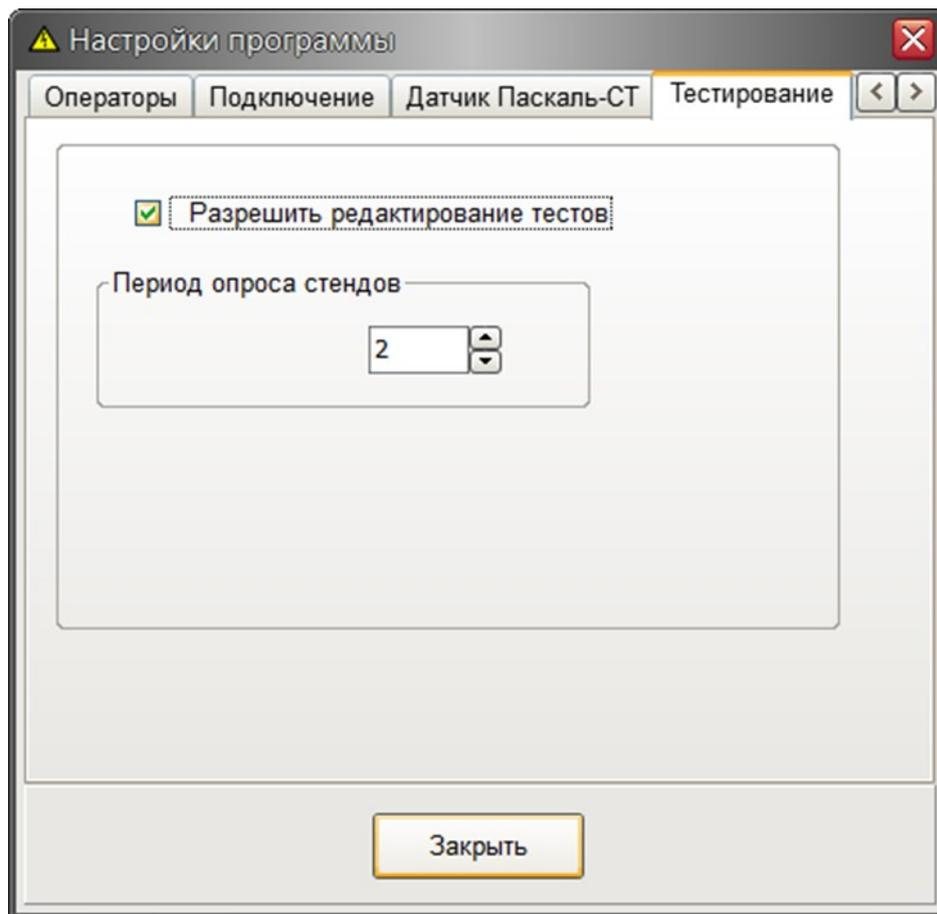

Рисунок 11 – Ввод периода опроса шкафа СЭБ
11. На вкладке «Тестирование» (рисунок 11) указать период считывания программой информации со стенда в секундах (типовое 2 с).